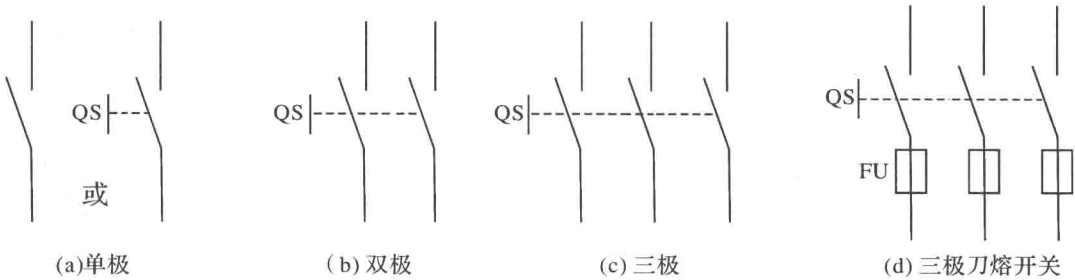

图 1.3 刀开关的图形和文字符号
(1) 型号意义。
(2) 电气符号。刀开关的图形和文字符号如图 1.3 所示。